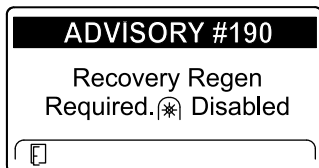

Figura 80
- Regenerare de recuperare necesară - priză de putere dezactivată ADVISORY #190 (recomandarea nr. 190) (Figura 80)